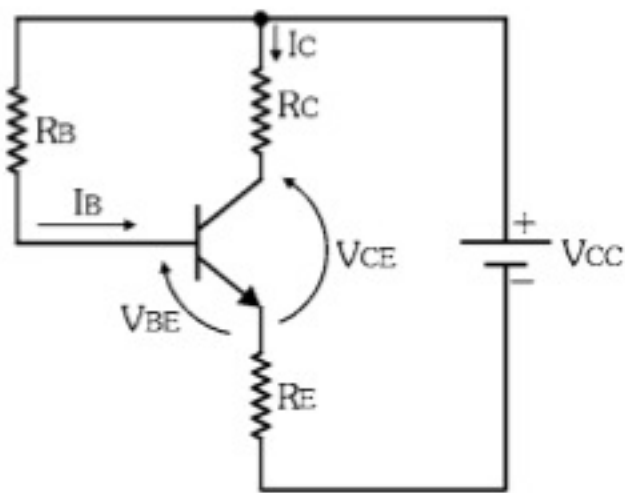

Figura 3.25 - Circuito polarizado.
3) Dado o circuito da Figura 3.25 e considerando  $V_{RE} = 0,1.V_{CC}$ , determine  $I_B$ ,  $I_C$ , e  $V_{CE}$  quiescentes.